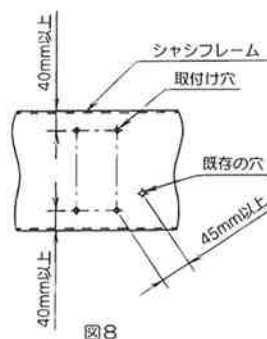

図8
- ・シャシフレームにあける取付け穴は、下記を必ずお守りください。……図8参照